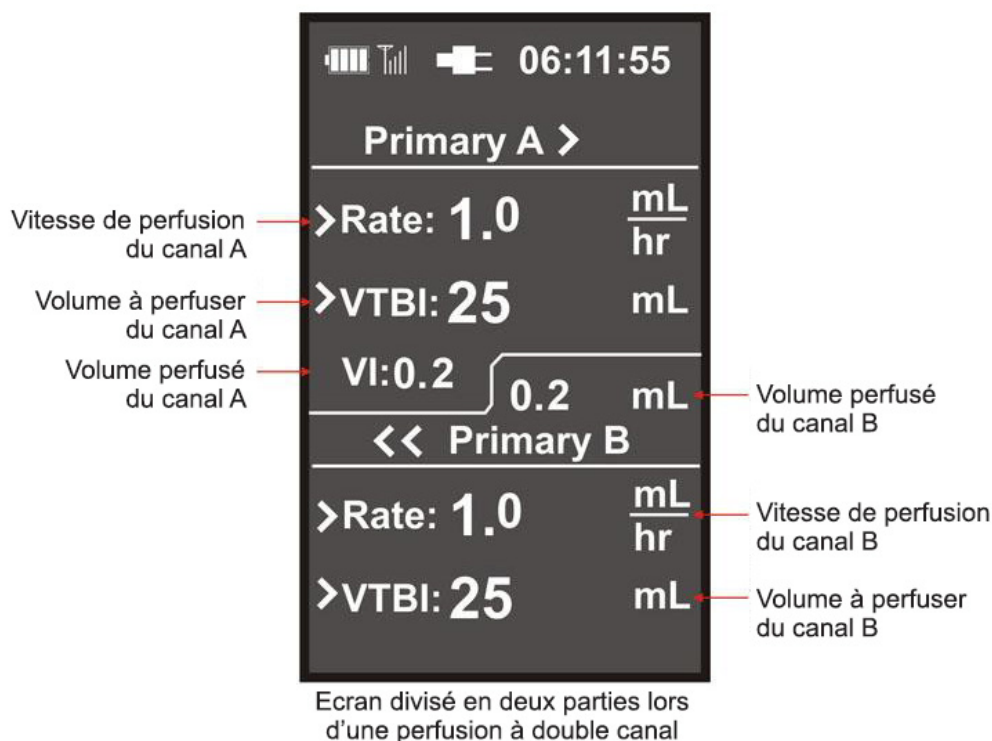

Figure 4-2. Affichage lors de double perfusion
4.3.1 Configuration de la perfusion à double canal. Pour effectuer une perfusion à double canal, configurer les deux canaux A et B comme décrit au **paragraphe 4.2**. Appuyer sur les boutons START/STOP (Marche/Arrêt) des deux canaux pour débiter la perfusion. Lorsque les deux perfusions ont démarré, l'écran se divise en deux parties pour afficher les informations des deux canaux de perfusion (**figure 4-2**). Durant la perfusion à double canal, les données concernant la SpO2 s'affichent dans la zone d'affichage des informations de l'écran de la pompe ou du dispositif de commande à distance.